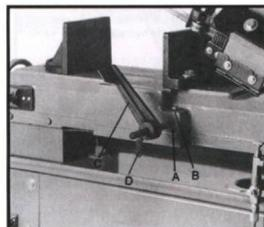

Fig. 1
4. Schuif de materiaalstopbalk (A, Afb. 1) in de basis en zet deze vast door hem vast te draaien bout (B). Schuif de materiaalstop (C) op de stang en draai de bout (D) vast.